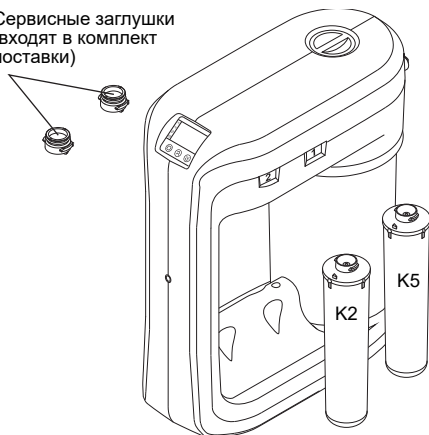

Рис. 10
- Установите модули, как показано на рис. 10 и в соответствии с маркировкой кнопок коллекторов.